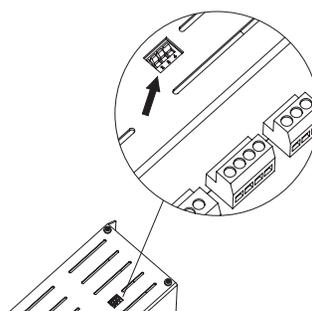

Fig. 33
3. Prendre le nouvel inverter et régler les dip-switch comme l'inverter à remplacer (Fig.33)